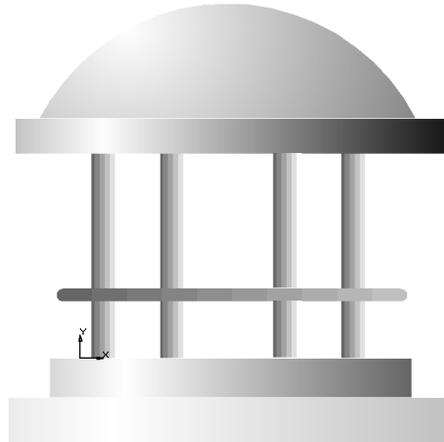

Рис. 20.5. Пример использования заливок
- ▼ **Градиентная** заливка с плавным или пошаговым изменением цвета, представленная несколькими типами (линейной, цилиндрической, угловой, конической, радиальной и квадратной) и придающая объем изображениям графического документа (см. рис. 20.5). Область заливки может состоять из одного или нескольких замкнутых контуров, в том числе и несвязанных друг с другом.